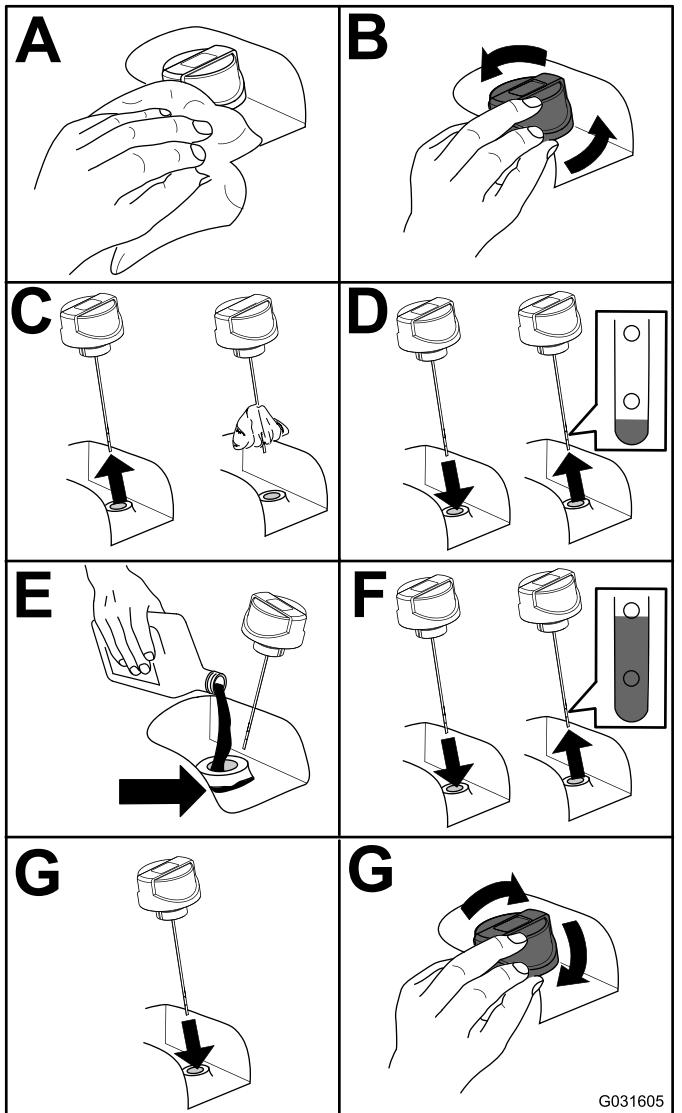

Рисунок 91
2. Проверьте уровень гидравлической жидкости (Рисунок 91).
5. Залейте гидравлическую жидкость в бак Рисунок 91.